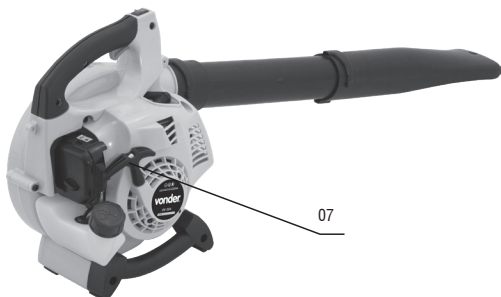

Fig. 5 – Manípulo da partida manual retrátil
Puxe o manípulo da partida manual retrátil (7), Fig. 5, levemente até sentir a resistência do motor, então puxe fortemente.